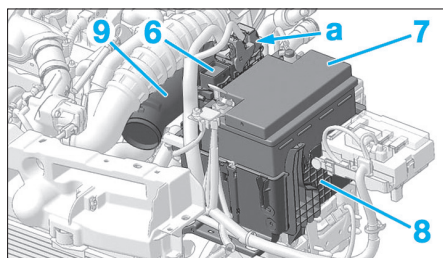

Fig. 3
- le couvercle (2) de plaque de maintien du raccord d'air,
- le déflecteur d'entrée d'air (3),
- la plaque de maintien (4) du raccord d'entrée d'air,
- le raccord d'entrée d'air (5).
- Déconnecter les faisceaux du calculateur contrôle moteur en "a" (Fig.3).